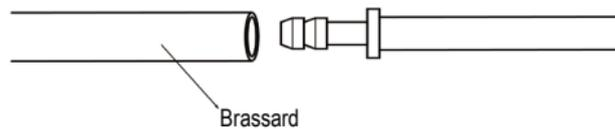

Figure 2.4.1 Méthode de raccordement
**Pour plus d'informations sur le raccordement correct du brassard de NIBP, voir la Figure 2.4.1**